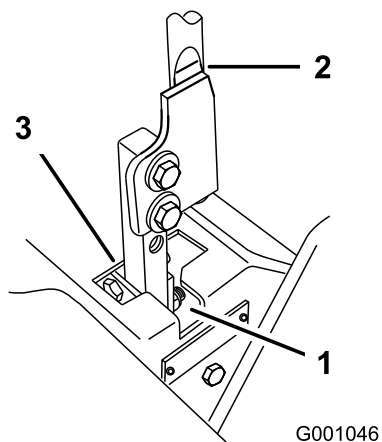

Figura 95
5. Mettete la leva in folle, senza bloccarla (Figura 95).
6. Tirate indietro la leva fino a quando il perno con testa (sul braccio sotto l'albero di articolazione) non viene a contatto con l'estremità della scanalatura (iniziando appena a mettere sotto pressione la molla) come illustrato nella Figura 95.
7. Controllate dove la leva di controllo corrisponde alla tacca nella console (Figura 95).